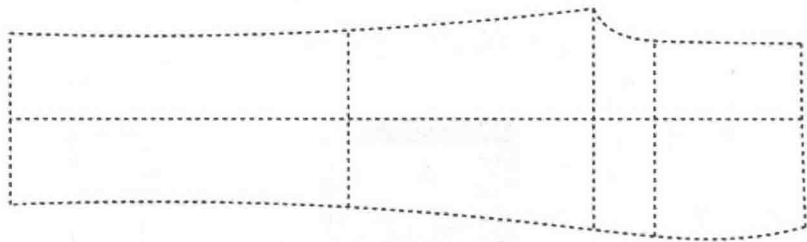

图 7-31 复制前片结构线
(25) 选择 【移动】工具, 按住【Shift】键, 进入【复制】功能。将前片复制。然后把线型改变为虚线 , 选择 【设置线的颜色类型】工具点击线段。使前片线条变为虚线(图 7-31)。